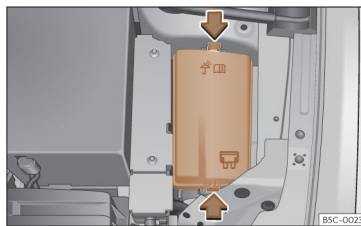

Fig. 211 No compartimento do motor: tampa da caixa de fusíveis.
- Pressione as patilhas de bloqueio para desbloquear a tampa da caixa de fusíveis >>> **Fig. 211**.